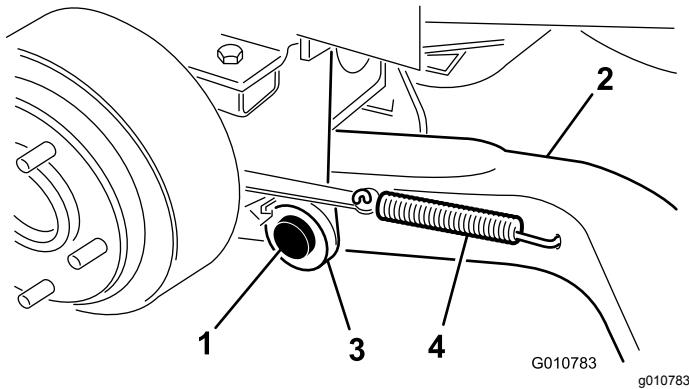

Figure 5
4. Montez un bras de levage (en plaçant la rotule à l'extérieur) sur le support de pivot à l'aide d'un axe de pivot et d'une goupille fendue (5/32" x 1 1/4") (Figure 5).
6. Accrochez le ressort de rappel de frein dans le trou du bras de levage (Figure 5).